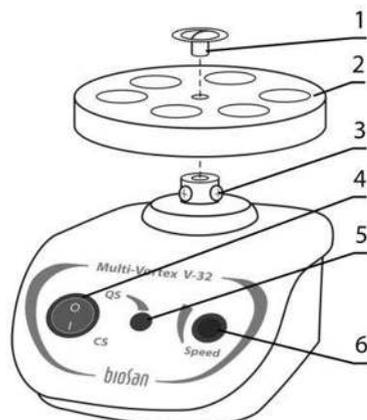

Рисунок 2. V-32, вид спереди
- С помощью плоской отвёртки открутите чёрный винт по центру платформы (рис. 2/1) и вытащите его вместе с шайбой.
- С помощью крестовой отвёртки ослабьте два винта крепления (рис. 2/3) на роторе под платформой.
- Снимите и замените платформу (рис. 2/2), закрепите платформу в обратном порядке.
5.2.4.1 Переведите переключатель (рис. 2/4) в положение **CS**.
5.2.4.2 Ручкой **Speed** (рис. 2/6) установите желаемую скорость перемешивания.
5.2.5.1 Переведите переключатель (рис. 2/4) в положение **QS**.
5.2.5.2 Ручкой **Speed** (рис. 2/6) установите желаемую скорость перемешивания.
5.2.5.3 Надавите пробиркой на головку и нажмите кнопку **QS** (рис. 2/5) и держите для вортексирования. При отпускании кнопки ротор останавливается.